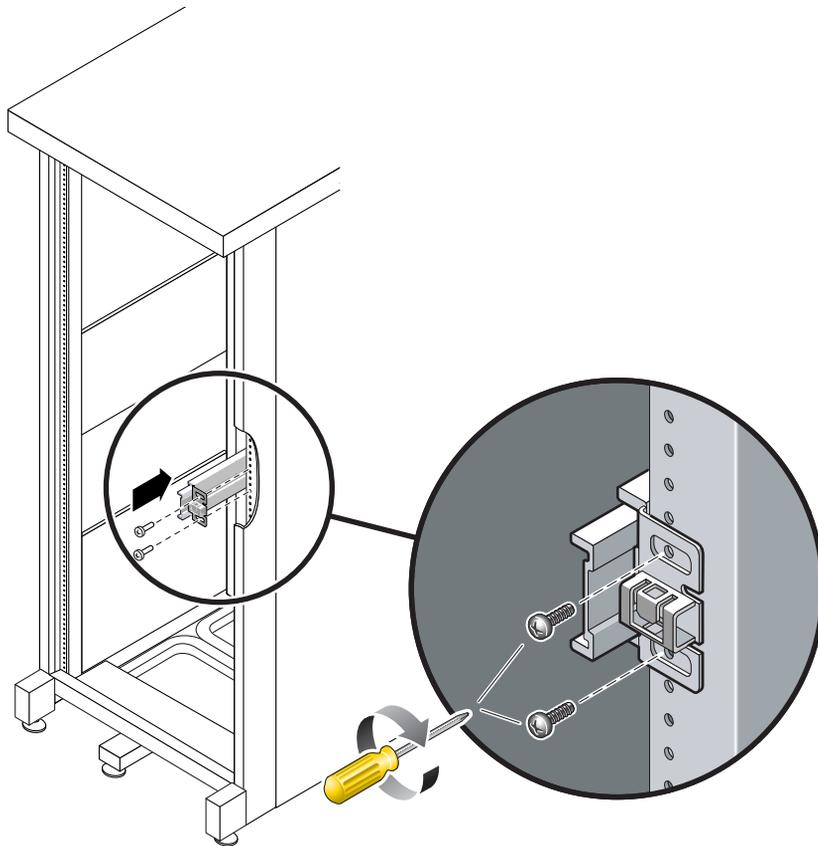

FIGURE 2-15 Montage d'un rail coulissant
- a. Fixez sans serrer l'avant d'un rail coulissant au montant avant droit du rack (FIGURE 2-15) au moyen de deux vis.**